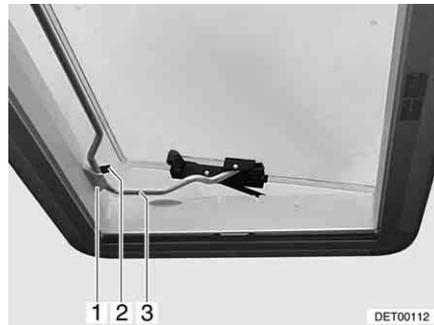

Bild 72 Heki-Dachhaube in Lüftungsstellung 2
- Bügel (Bild 72,3) in die Halterung (Bild 72,1) einlegen.
- Hebel (Bild 72,2) über den Bügel legen.